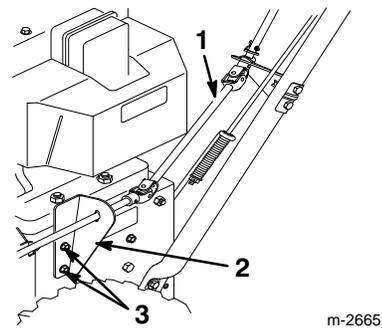

Abbildung 13
- Die beiden Schrauben vom Auswurfkanal-Betätigungsstangenbügel an der linken Seite des Rahmens entfernen (Abb. 13).
- Den Bügel mit den beiden Schrauben anbringen (Abb. 13).